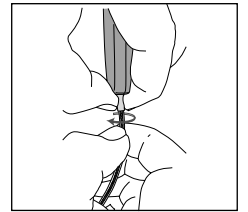

Abb. 7
6. Lösen Sie nun an der Satelliten-Unterseite das Teflon-Außenkabel vom Kabelansatz. Nehmen Sie hierzu den Kabelansatz in eine Hand zwischen Daumen und Zeigefinger und drehen Sie mit der anderen Hand das Teflon-Außenkabel vom Kabelansatz (siehe Abb. 7). Ziehen Sie das Innenkabel mit nach außen.